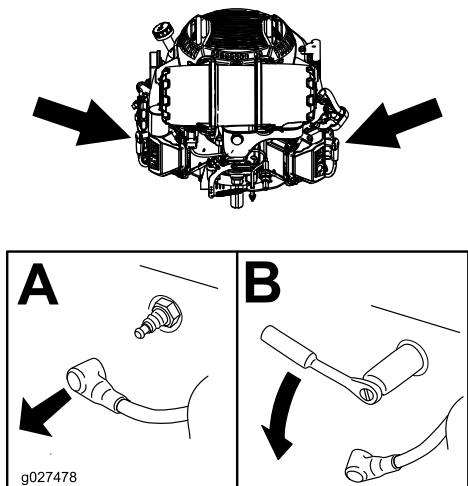

Figura 35
3. Localizați și îndepărtați bujia (bujiiile) după cum se arată în Figura 35.